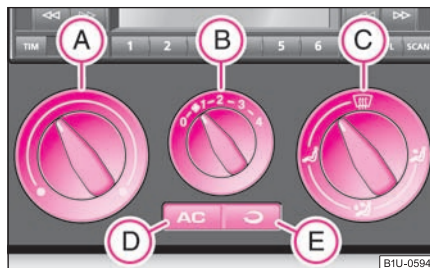

Fig. 101 Instalația de climatizare: Elementele de comandă
Instalația de climatizare funcționează numai când comutatorul  ⇒ pagina 86, fig. 101  este apăsată și se îndeplinesc următoarele condiții:
- Rotiți regulatorul rotativ (A) ⇒ fig. 101 spre dreapta pentru a mări temperatura.
- Rotiți regulatorul rotativ (A) spre stânga pentru a reduce temperatura.
- Apăsăți tasta (AC) (D) ⇒ fig. 101. Lampa de control din tastă se va aprinde.
- Apăsând încă o dată pe comutatorul (AC) instalația de răcire se va opri. Lampa de control din tastă se stinge.
- Apăsați tasta  ⇒ **pagina 86, fig. 101** - lampa de control din tastă se aprinde.